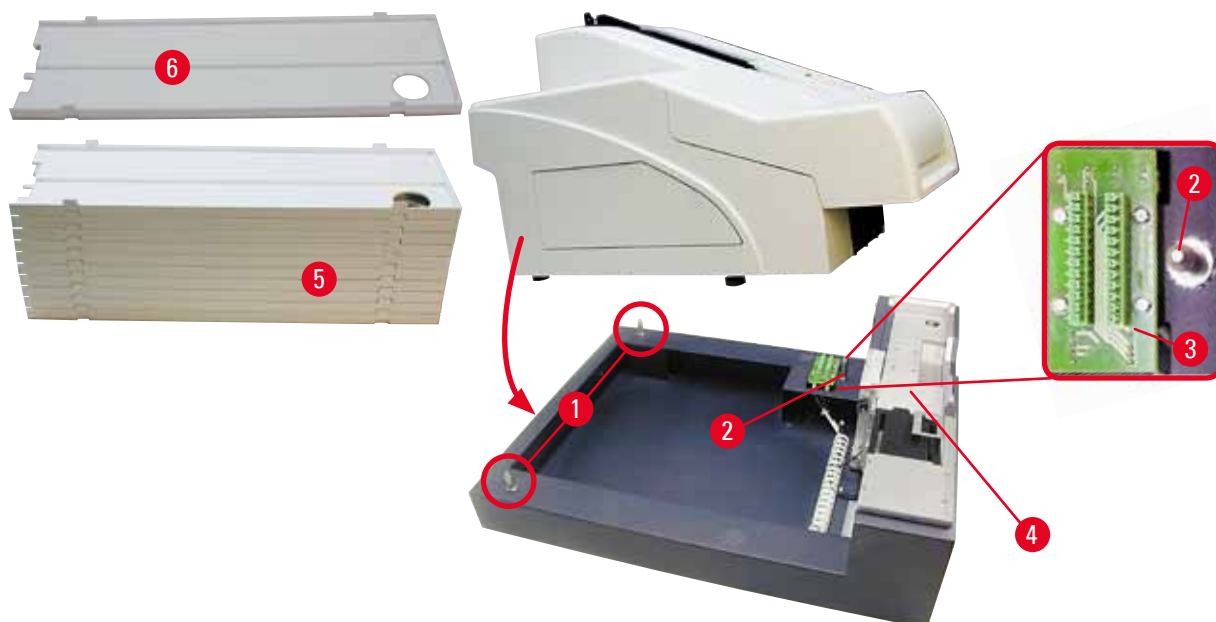

Fig. 12
3. Sujete la impresora por ambos lados (derecho e izquierdo) y colóquela de manera que los dos tornillos traseros (→ "Fig. 12-1") se ajusten primero en la placa base, como se muestra en (→ "Fig. 12").